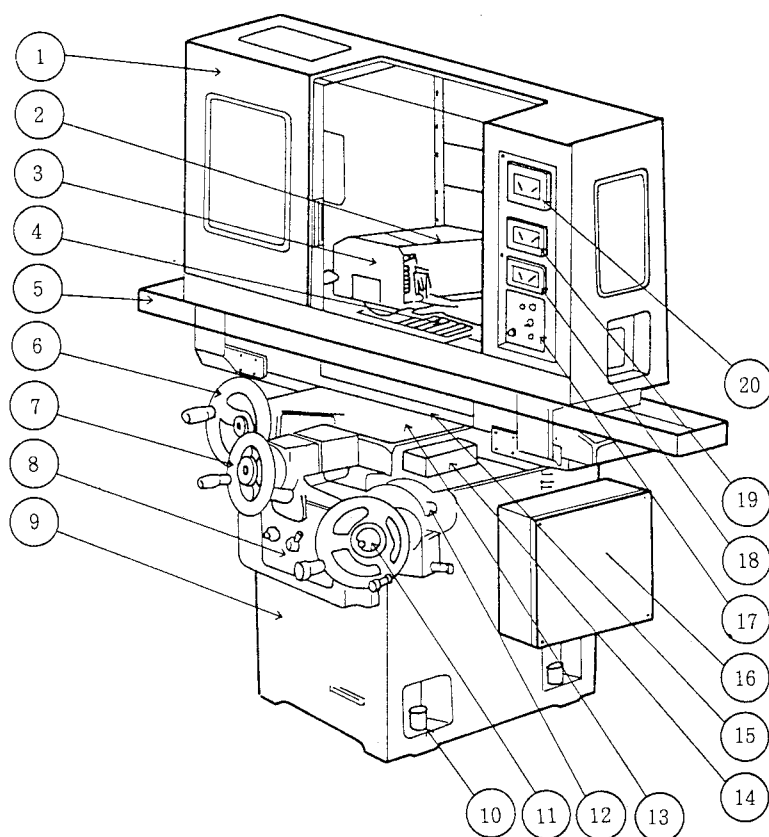

図1-1
### (1) 機械本体各部 (図1-1)
- ① 全閉カバー
- ② 砥石頭
- ③ 砥石カバー
- ④ 電磁チャック
- ⑤ テーブルカバー
- ⑥ テーブル左右送りハンドル
- ⑦ サドル前後送りハンドル
- ⑧ 油圧操作パネル
- ⑨ フレーム
- ⑩ 基礎ボルト